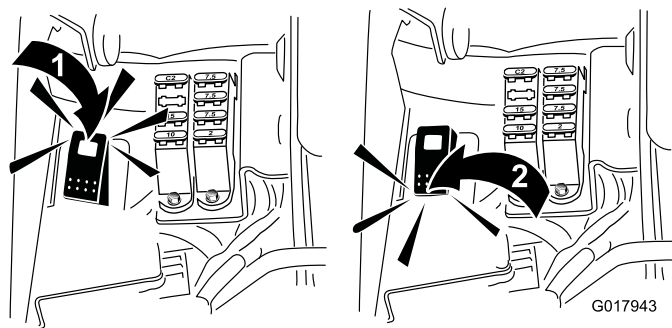

Figura 51
5. Posizionate l'interruttore di lappatura in posizione di retromarcia (R) (Figura 51).